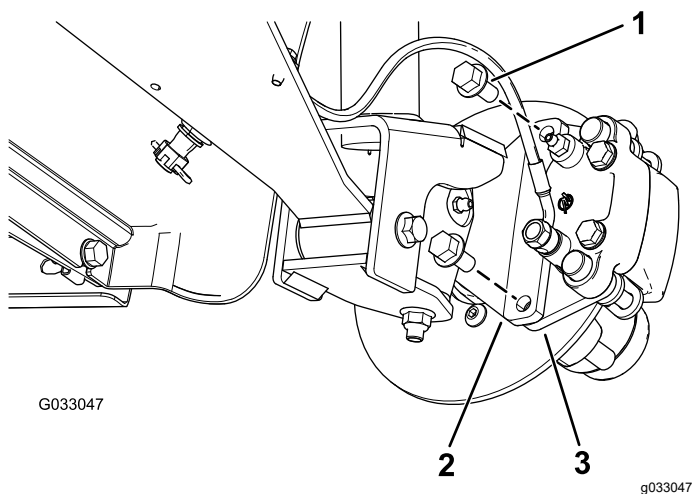
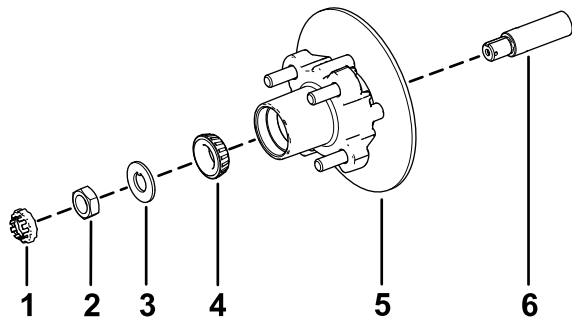

Figura 33
Figura 37
3. Retire los pernos con arandela prensada ($\frac{3}{8}$ " x $\frac{3}{4}$ ") que sujetan el soporte del conjunto de freno al eje y separe el freno del eje (Figura 33).
1. Aplique una ligera capa de grasa del tipo especificado en el eje (Figura 37).
2. Monte el cubo y el rotor en el eje con el rotor hacia dentro (Figura 37).
3. Monte el cojinete exterior en el eje y acople el cojinete al anillo de rodadura exterior (Figura 37).
4. Monte la arandela con pestaña en el eje (Figura 37).
5. Enrosque la tuerca en el eje y apriete la tuerca a 15 N·m, girando el cubo para asentar el cojinete (Figura 37).
2. Alinee las pastillas de freno en cada lado del rotor (Figura 33) y los taladros del soporte de la pinza con los taladros de montaje del freno de la mangueta (Figura 37).
3. Sujete el soporte de la pinza a la mangueta (Figura 33) usando los 2 pernos con arandela prensada ($\frac{3}{8}$ " x $\frac{3}{4}$ ").